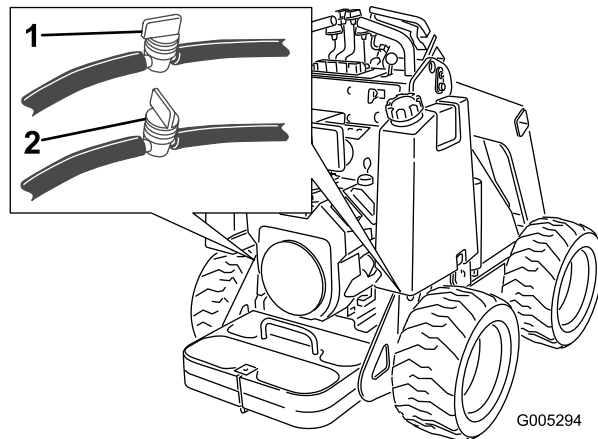

Рисунок 31
2. Закройте топливный клапан на днище каждого топливного бака (Рисунок 31).
3. Закройте топливный клапан в шланге около дна топливного бака (баков), как показано на Рисунок 31.
8. Откройте топливный клапан (клапаны) в шланге (шлангах) около дна топливного бака (баков), как показано на Рисунок 31.